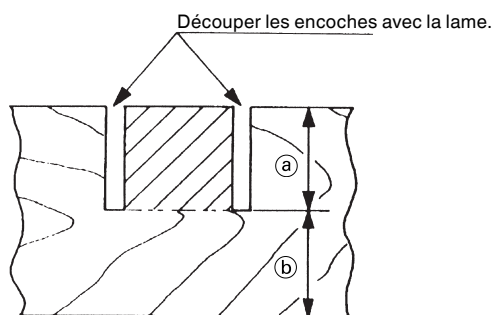

Fig. 46
Les encoches dans les pièces se découpent comme indiqué à la Fig. 46 en réglant le boulon de réglage de la profondeur de 8mm.
- (1) Desserrer l'écrou à oreilles de 8mm et tourner le boulon de réglage de la profondeur de 8mm à la main.
- (2) Régler la profondeur de coupe voulue en réglant la distance entre la lame et la surface du socle (voir ⑥ à la Fig. 46).
- (3) Quand le réglage est terminé, bien resserrer l'écrou à oreilles de 8mm.